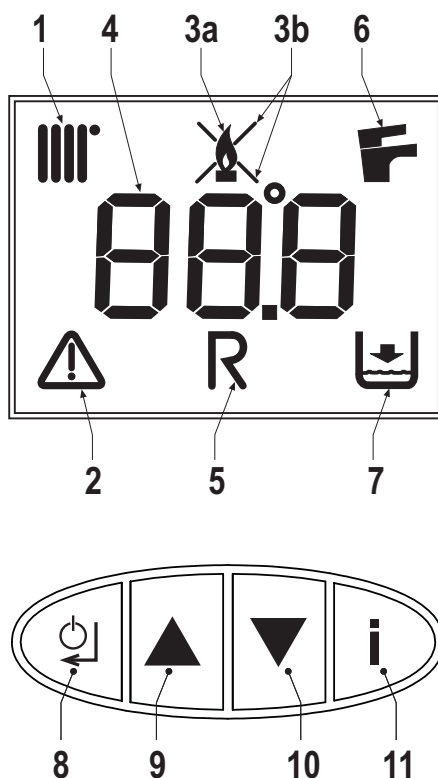

fig. 1 - Panoul de comandă
Cererea de încălzire (generată de Contactul de cerere, Termostatul de cameră sau Cronocomanda la distanță) este indicată de activarea simbolului caloriferului (det. 1 - fig. 1).
Pe afișajul multifuncțional (det. 4 - fig. 1) apare temperatura de la senzorul de încălzire, iar în intervalul de așteptare pentru încălzire apare mesajul "d2".
Cererea de apă caldă menajeră (generată de deschiderea robinetului de apă caldă) este indicată de activarea simbolului robinetului (det. 6 - fig. 1).
Pe afișajul multifuncțional (det. 4 - fig. 1) apare temperatura de la senzorul pentru apa caldă menajeră, iar în intervalul de așteptare pentru apa caldă apare mesajul "d1".
Apăsați pe tasta Pornit/Oprit (det. 8 - fig. 1) timp de 5 secunde.
Când dispozitivul este oprit, cartela electronică mai este încă alimentată cu energie electrică. Este dezactivată funcționarea circuitului de apă caldă menajeră și a circuitului de încălzire. Rămâne activ sistemul antiîngheț. Pentru a porni din nou dispozitivul, apăsați din nou pe tasta Pornit/Oprit (det. 8 - fig. 1) timp de 5 secunde.
Pentru a avea acces la meniul cu setările utilizatorului, trebuie să apăsați pe tasta Info (det. 11 - fig. 1).
Apăsați pe tasta Info (det. 11 - fig. 1) până când este afișat parametrul u01 din meniul cu setările utilizatorului.
Apăsați pe tasta Enter (det. 8 - fig. 1): este afișată valoarea curentă a parametrului u01.
Cu ajutorul tastelor (det. 9 și 10 - fig. 1), modificați temperatura de la un minim de 30°C la un maxim de 80°C.
Apăsați pe tasta Enter (det. 8 - fig. 1) pentru a confirma setarea.
După aceea apăsați pe tasta Info (det. 11 - fig. 1) până când ieșiți din meniu.
Apăsați pe tasta Info (det. 11 - fig. 1) până când este afișat parametrul **u02** din meniul cu setările utilizatorului.
Apăsați pe tasta Enter (det. 8 - fig. 1): este afișată valoarea curentă a parametrului **u02**.
Cu ajutorul tastelor (det. 9 și 10 - fig. 1), modificați temperatura de la un minim de 10°C la un maxim de 65°C.
Apăsați pe tasta Info (det. 11 - fig. 1) până când este afișat parametrul **u03** din meniul cu setările utilizatorului.
Apăsați pe tasta Enter (det. 8 - fig. 1): este afișată valoarea curentă a parametrului **u03**.
Cu ajutorul tastelor (det. 9 și 10 - fig. 1) setați modul Vară (0) sau modul larnă (1).
Apăsați pe tasta Info (det. 11 - fig. 1) până când este afișat parametrul **u04** din meniul cu setările utilizatorului.
Apăsați pe tasta Enter (det. 8 - fig. 1): este afișată valoarea curentă a parametrului **u04**.
Cu ajutorul tastelor (det. 9 și 10 - fig. 1) setați modul Economy (0) sau Comfort (1).
După aceea apăsați pe tasta Info (det. 11 - fig. 1) pentru a ieși din meniu.
Apăsați pe tasta Info (det. 11 - fig. 1) până când este afișat parametrul **u05** din meniul cu setările utilizatorului.
Apăsați pe tasta Enter (det. 8 - fig. 1): este afișată treapta curentă din puterea maximă.
Cu ajutorul tastelor (det. 9 și 10 - fig. 1) pentru a modifica puterea maximă: de la 1 (Treapta minimă) la 5 (Treapta maximă).
Apăsați pe tasta Info (det. 11 - fig. 1) până când este afișat parametrul **u06** din meniul cu setările utilizatorului.
Apăsați pe tasta Enter (det. 8 - fig. 1): este afișată valoarea curentă a parametrului **u06**.
Cu ajutorul tastelor (det. 9 și 10 - fig. 1) modificați modul de funcționare:
Apăsați pe tasta Info (det. 11 - fig. 1) până când este afișată informația **u07** din meniul cu setările utilizatorului.
Apăsați pe tasta Enter (det. 8 - fig. 1): este afișată puterea curentă a arzătorului (Treapta) și starea flăcării.